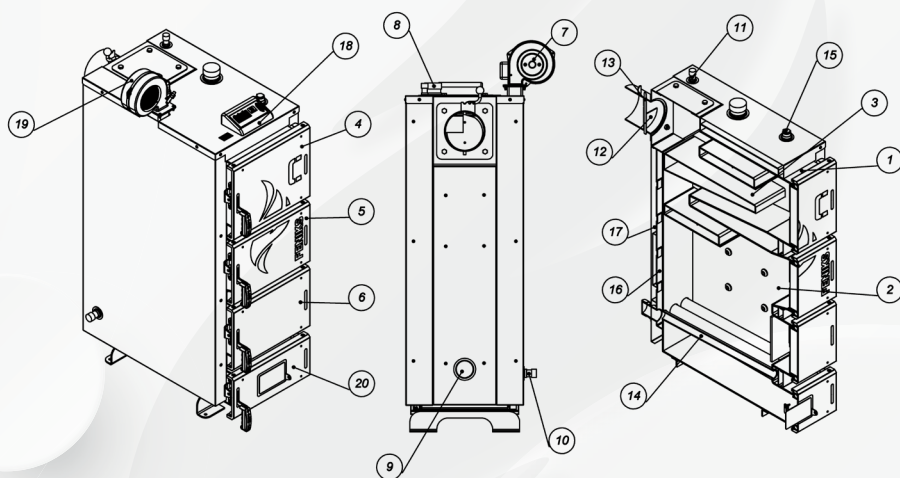

Рисунок 2 – Зовнішній вигляд та основні елементи котла
Конструктивно котел являє собою збірно-зварену конструкцію, що складається з корпусу (поз. 1, рис. 2) з камерою згоряння (топкою) (поз. 2, рис. 2). Конвекційна частина котла складається з багатоходового теплообмінника (поз. 3, рис. 2) комбінованого типу – чотирьох горизонтальних полиць. Теплообмінник розташований безпосередньо над топкою.
Корпус котла виконаний в формі паралелепіпеду з подвійними стінками, які розділені водними перегородками (поз. 16, рис. 2). На зовнішній поверхні корпусу під декоративною обшивкою закріплена теплова ізоляція. (поз. 17, рис. 2).
Паливо для процесу спалення завантажується на колосникові ґрати (поз. 14, рис. 2) крізь завантажувальні дверцята (поз. 5, рис. 2). Колосникові ґрати виконані з товстостінних безшовних труб по яких постійно циркулює вода з водяної оболонки котла. Згоряння палива в топці відбувається за участю повітря, яке постачається під колосникові ґрати припливним вентилятором (поз. 19, рис. 2). Кількість повітря, необхідного для процесу згоряння, регулюється автоматично блоком автоматики управління (поз. 18, рис. 2), або за допомогою терморегулятора.
Підведення і відведення теплоносія здійснюється відповідно через патрубки зворотної мережної води (поз. 9, рис. 2) і прямої мережної води (поз. 8, рис. 2). Топочні гази виходять у димохід крізь боров (поз. 12, рис. 2), розташований у задній частині котла. Боров обладнано вбудованим дросельним клапаном продуктів згоряння – шибером (поз. 13, рис. 2). У випадку надто високої тяги у димоході шибер дає можливість її знизити шляхом часткового перекривання вихідного отвору борова.
Зола, яка утворюється в процесі згоряння палива, зсипається в нижню частину корпусу котла – зольник (поз. 15, рис. 2).
регулюється механічним регулятором тяги, який шляхом натягу або послаблення ланцюга керує положенням кришки (лючка) дверцят (поз. 20 рис. 2).
- з вентилятор та блоком автоматичного управління – припливним вентилятором (поз. 20, рис. 2) під колосникові ґрати по каналу подачі повітря. Кількість повітря, необхідного для процесу згоряння, регулюється автоматично контролером (поз. 18, рис. 2).
У верхній частині корпусу котла розташований штуцер для встановлення запобіжного клапана або групи безпеки котла (поз. 11, рис. 2).
Для можливості встановлення вентилятора зверху корпусу котла ,передбачений отвір, який заглушено кришкою (поз. 7, рис. 2).
Ревізійний дверцят (поз. 6, рис. 2), що розташовані на передній стінці котла, необхідні для періодичного чищення колосникових ґрат.
Для можливості періодичного обслуговування (чищення) теплообмінника передбачені дверцят у верхній частині котла (поз. 4, рис. 2).
Регулятор тяги необхідно приєднати до верхнього патрубку з внутрішньою різьбою (рис. 2), ретельно ущільнивши з'єднання. Регулятор слід розташувати так, щоб наконечник для кріплення шестигранного важеля (входить у комплект) був спрямований праворуч. Шестигранний важіль встановлюється стороною без отвору замість пластикової захисної трубки та надійно фіксується гвинтом.